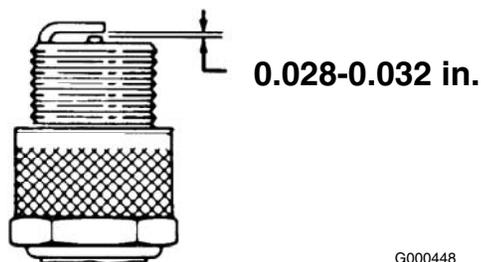

Figura 24
3. Ajuste a folga de ar entre 0,7112–0,8128 mm (Figura 24). Instale a vela com a folga de ar correcta e aperte-a firmemente usando uma força de 23 Nm.